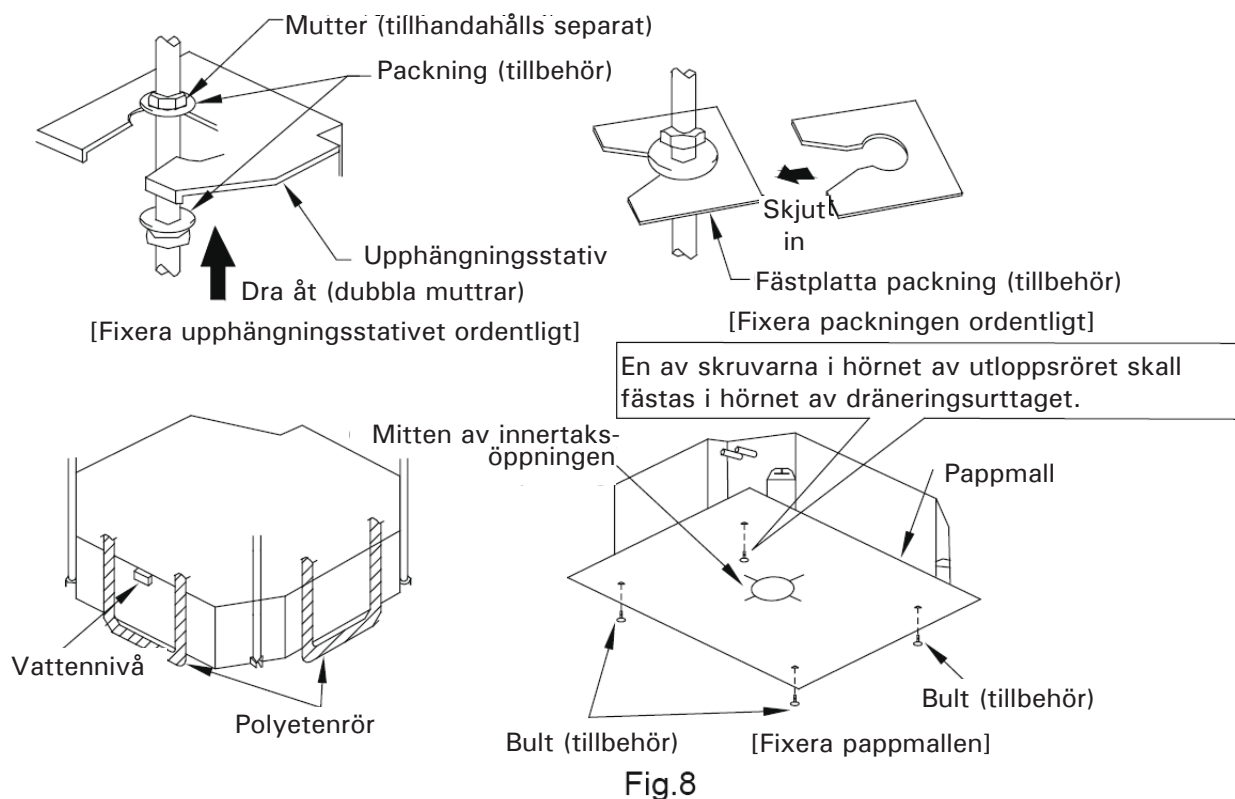

Fig.8
(2) Använd installationsmallen av papper (se Fig.8).